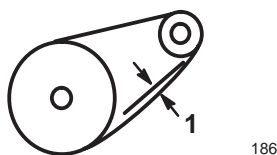

Figure 35
7. Vérifiez la flèche de la chaîne en la soulevant en exerçant une pression modérée à mi-chemin. La flèche doit être comprise entre 3 et 10 mm (1/8 et 3/8") (Fig. 35).